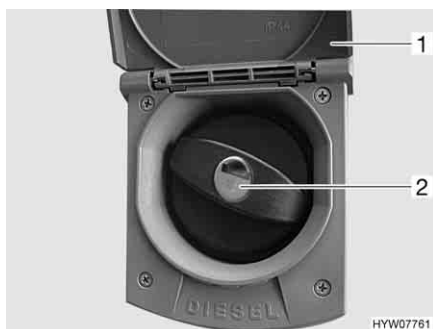

Fig. 23 Coperchio per bocchettone di riempimento per il rifornimento di carburante
- Alzare lo sportello (Fig. 23,1) verso l'alto.
- Inserire la chiave nel cilindro della serratura (Fig. 23,2) e ruotare in senso antiorario.